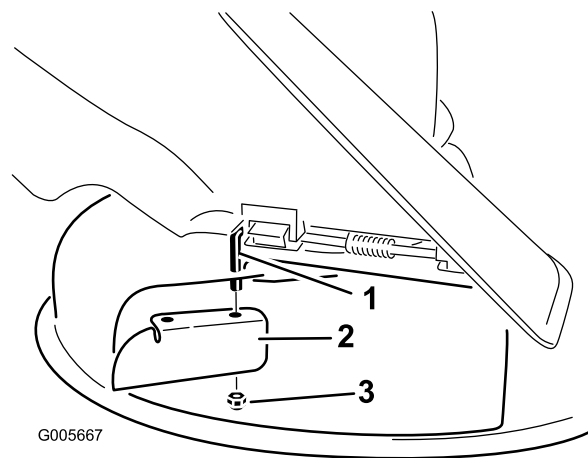

Figura 30
7. Instale o abafador de corte na haste de articulação exposta (Figura 30).
3. Retire o abafador de corte da plataforma do cortador (Figura 30).